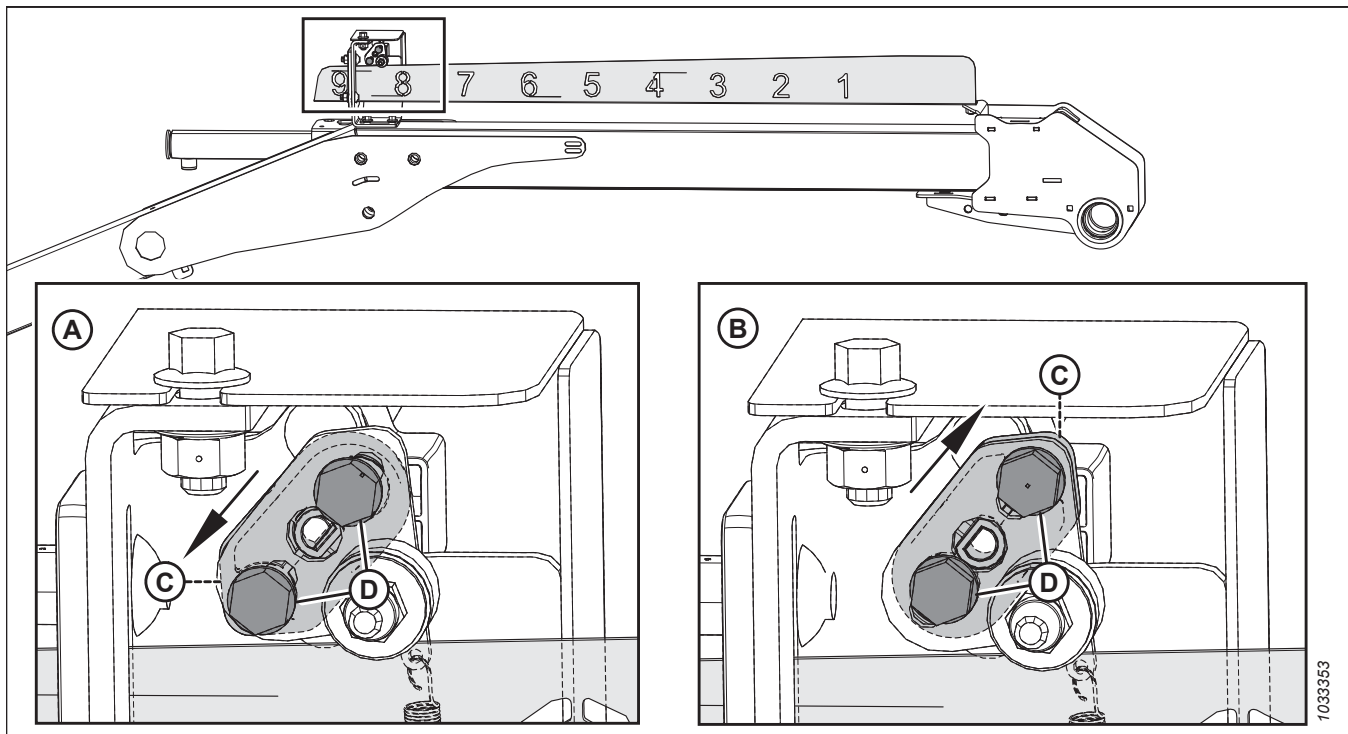

Abbildung 3.245: Konfigurationen für Sensorbügel
3. Die Ausrichtung des Sensorbügels (C) und der Befestigungselemente (D) prüfen. Der Sensorbügel muss passend zur Maschine eingestellt werden. Weitere Informationen, siehe Abbildung 3.245, Seite 180.